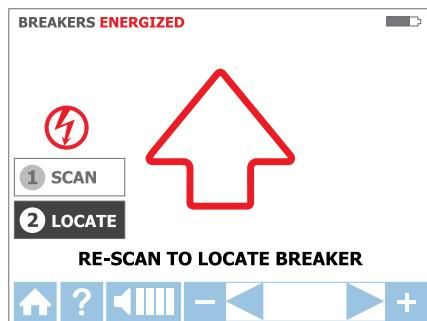

Figura 3.4c
- Selezionare la modalità Trova utilizzando le frecce direzionali per evidenziare questa modalità di funzionamento, quindi premere il tasto giallo "ENTER". (Vedi Figura 3.4c)
- Eseguire di nuovo la scansione di ciascun salvavita/fusibile toccando ognuno di essi con la punta del sensore per mezzo secondo. La freccia rossa indica che è in corso la scansione (vedi Figura 3.4c). Assicurarsi che la scanalatura del sensore punta sia parallela longitudinalmente al salvavita. (Vedi Figura 3.4d)